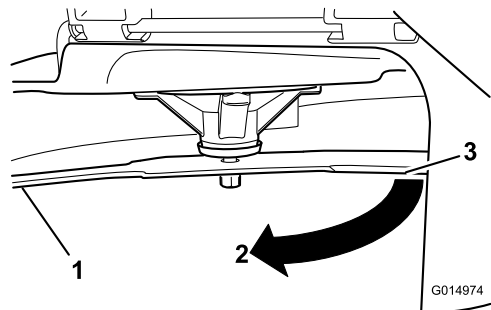

**Figura 56**
2. Usando luvas almofadadas ou outra proteção adequada para as mãos, rode lentamente lâmina para uma posição que lhe permita uma medição da distância entre a extremidade de corte e a superfície nivelada onde a máquina está (Figura 56).